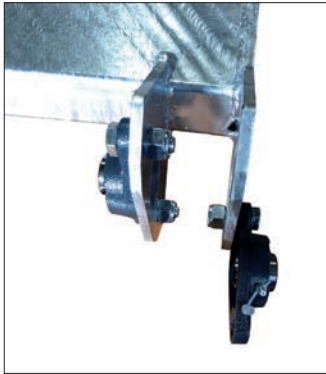

Fig. 1
- Der Wandstützarm muss an der Wand befestigt werden. Danach wird die Halterung für die elektrische Kuhbürste eingehakt (Abbildung 1,2,3,4)